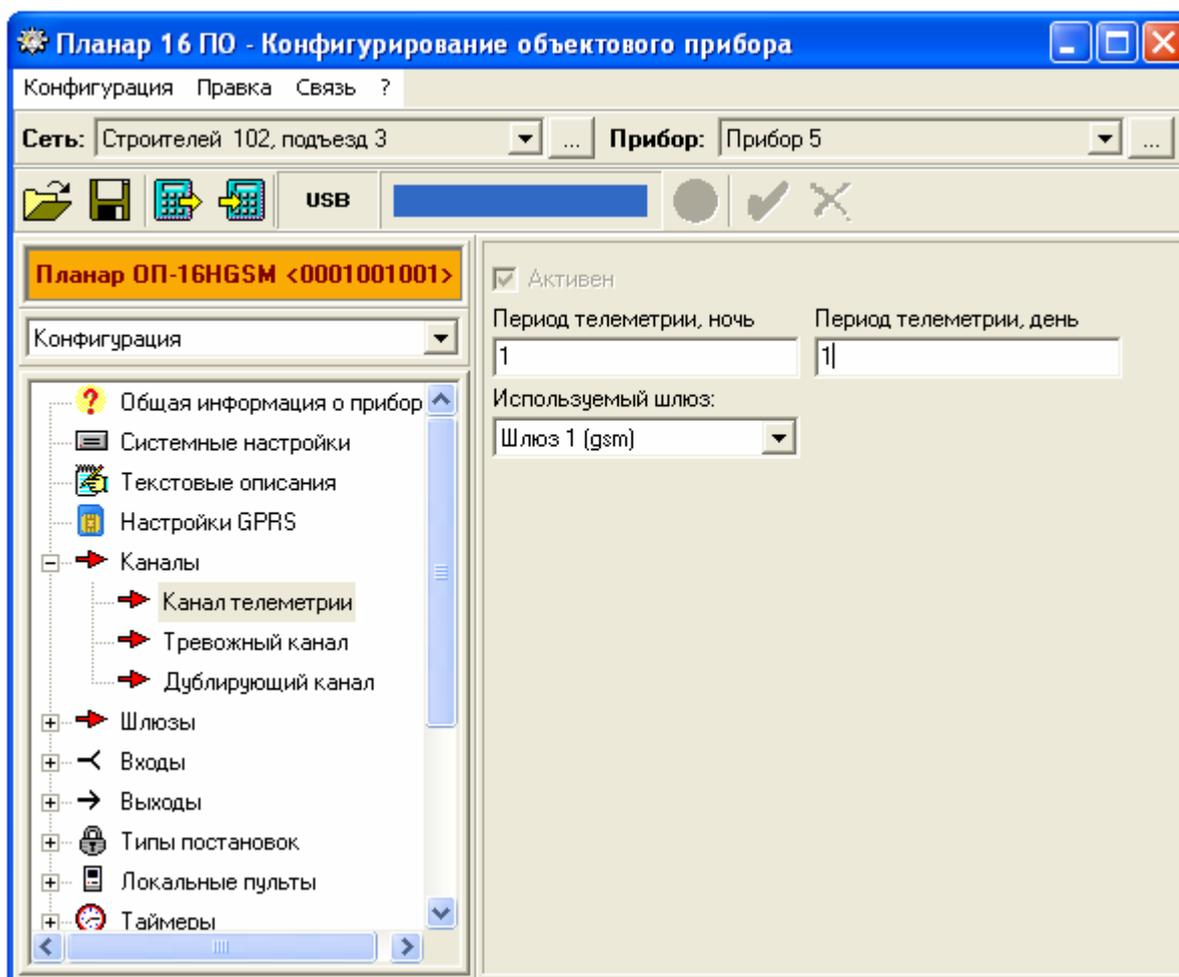

Рис. 12.13 Программирование охранных каналов
12.2.4.4.5.2. Типовое окно программы конфигурирования объектового прибора при программировании охранных каналов показано на рис.12.13.